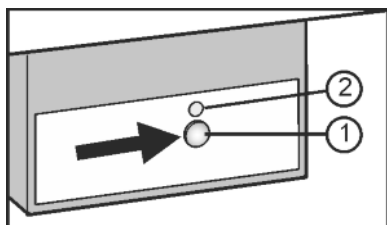

Fig. 9
- ▶ Натиснете бутона On/Off Fig. 9 (1), така че светодиодът Fig. 9 (2) да светне.